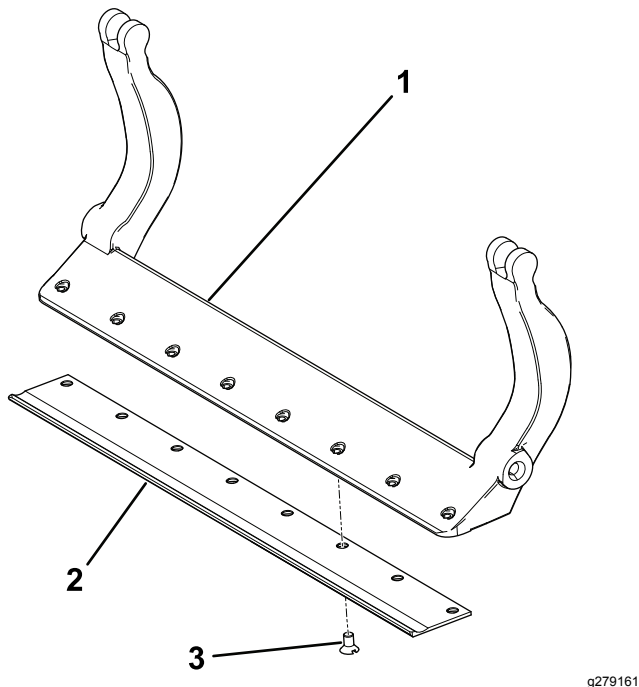

图33
3. 如图33所示在螺丝上涂抹防粘剂将底刀安装到底刀架上
- A. 将 2 个外部螺丝的扭矩上紧至 1N·m 请参阅图33。
- B. 按照从底刀中间向两端的顺序上紧螺丝扭矩至 2328N·m 请参阅图33。